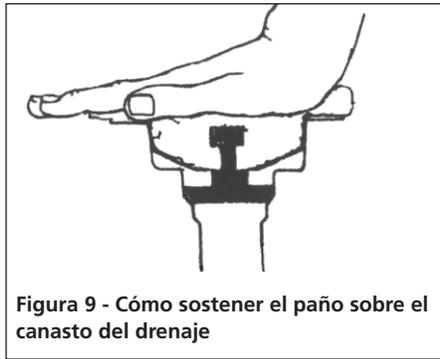

Figura 9 - Cómo sostener el paño sobre el canasto del drenaje
**NOTA:** Cuando tape el drenaje, coloque el canasto de la pileta como si fuera a cerrar el drenaje y sostenga el paño mojado encima de éste mientras usa el limpiador de drenajes (vea la figura 9).